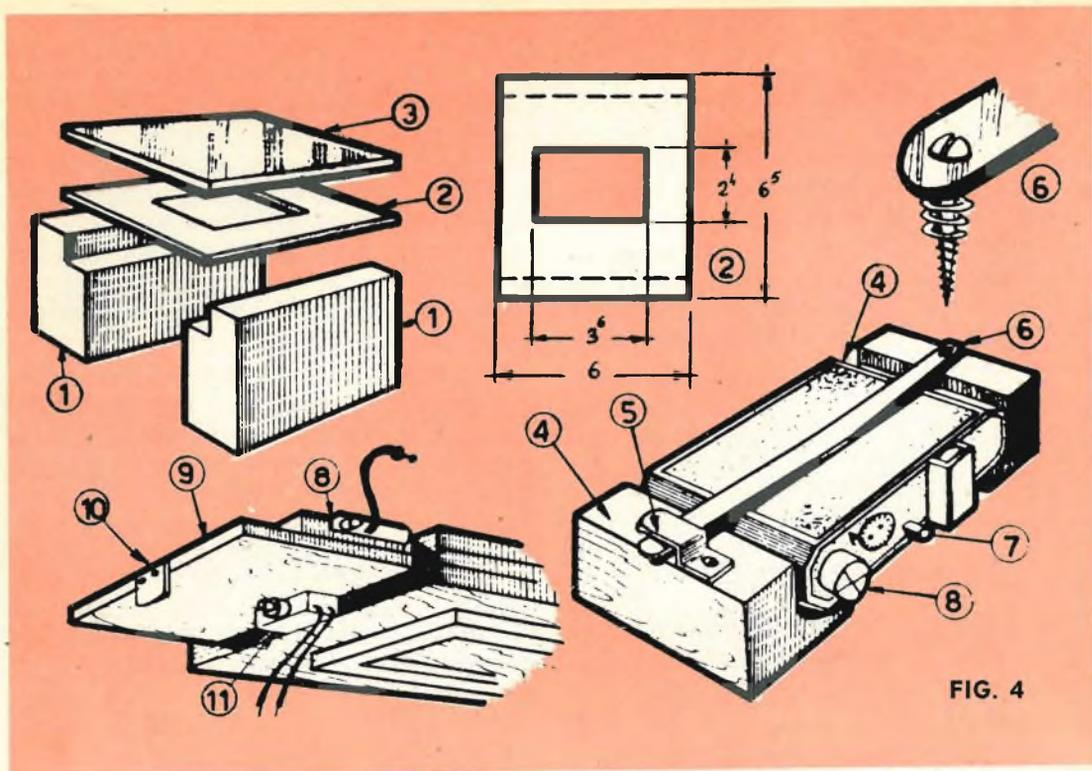

FIG. 4
gli spostamenti del pannello (4) devono farsi in un piano rigorosamente orizzontale. Trovete sulla figura 4 i dettagli di esecuzione di questo dispositivo pratico. Per realizzarlo, cominciate con lo svitare l'obiettivo dell'apparecchio e preparatagli due supporti (4 fig. 4) che rintaglierete dal legno duro o di balsa. Profilate questi blocchi orizzontalmente ed alla stessa altezza di maniera che l'apparecchio una volta installato, resta rigorosamente parallelo alla tavola di proiezione. Per mantenere l'apparecchio a posto, riunite i due blocchi (4) per mezzo di una barretta (6) proveniente da un vecchio negativo. Questa barretta può ugualmente essere ricavata da una lamiera di ferro dello spessore di mm. 0,8 o 1. Il suo punto d'articolazione sarà avvitato su una piccola molla di pressione (6). Quanto al dispositivo di messa a fuoco, occorre semplicemente un piccolo vetro smerigliata (3) la cui superficie trattata è rivolta verso il basso e disposta nel medesimo piano orizzontale del film.